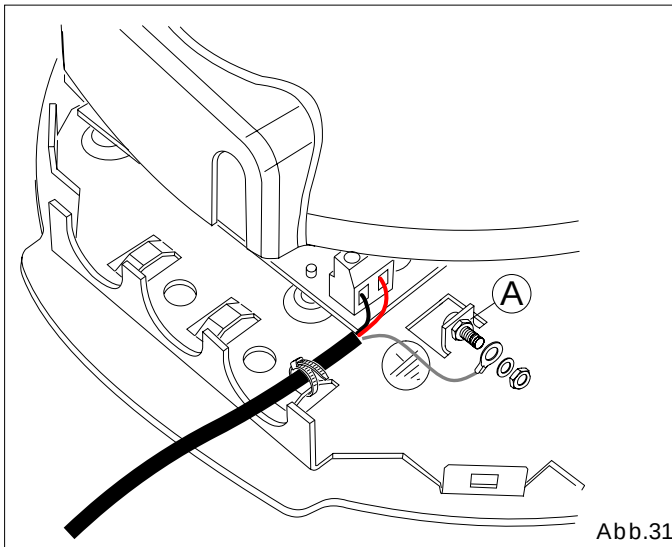

Abb.31
Den Erdleiter der Anlage an der dedizierten Klemme anschließen (siehe Aufkleber Abb. 31 Bez. A).
9.1 Das Stromkabel gemäß Abb.31 anschließen und mit einer Schelle im vorgegebenen Bereich befestigen.
9.2 Die Schraube in ihrem Sitz einsetzen und unter Unterlegen einer Scheibe mit der Mutter festziehen (Abb.31 Bez.A).